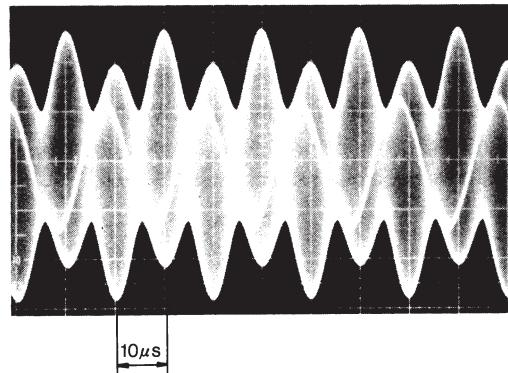
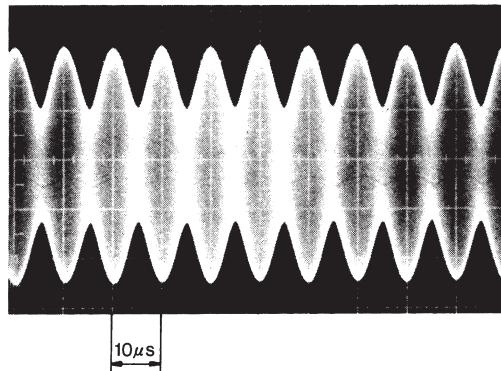

Abb. 4
Abb. 5
- ① PBereiten Sie das Oszilloskop vor, indem Sie den eingangsgekoppelten Schalter auf AC, die horizontale Ablenkung auf 10 μ s/div und die vertikale Achse auf 0,5 V/div einstellen und CH1 mit dem PM-Kontakt verbinden. Dabei ist die Triggerquelle an INT CH1 abzunehmen.
- ② Eine Sinuswelle erscheint bei CH1. Die Phase dieser Sinuswelle verschiebt sich in öbereinstimmung mit der Skalenbewegung, so daß die Welligkeit der Hüllkurve beobachtet werden kann. Stellen Sie die Sinuswellenamplitude durch Drehen des Reglers VR-2 zunächst auf ca. 2 Vs-s ein. (Dies wird Verstärkungseinstellung genannt.)
- ③ Wird der Regler VR-1 ganz nach rechts (im Uhrzeigersinn) gedreht und die Skala bewegt, erscheint die in Abb. 4 gezeigte Wellenform. Stellen Sie nun den Regler VR-4 so ein, daß die benachbarten Spitzen die gleiche Höhe haben, wie in Abb. 5 gezeigt. (Dies wird Gleichstrom-Ausgleich genannt.) Falls die minimale PM-Signalamplitude auf 0,5 Vs-s oder weniger abfällt, kann es vorkommen, daß die Alarmfunktion aktiviert wird.
- ④ Wird der Regler VR-1 ganz nach links (entgegen dem Uhrzeigersinn) gedreht und die Skala bewegt, erscheint die in Abb. 4 gezeigte Wellenform, wie im obigen Schritt ③. Stellen Sie nun den Regler VR-5 so ein, daß die benachbarten Spitzen die gleiche Höhe haben, wie in Abb. 5 gezeigt.